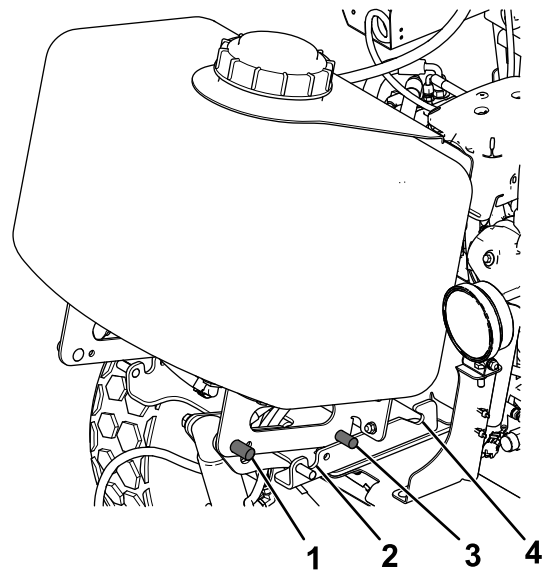

Bild 13
3. Setzen Sie die hinteren Befestigungsstifte des Zusatztanks auf die Montageplatte und schieben Sie den Tank wieder in die Nuten zurück (Bild 13).
4. Senken Sie die vorderen Befestigungsstifte in die Nuten der Montageplatte (Bild 13).